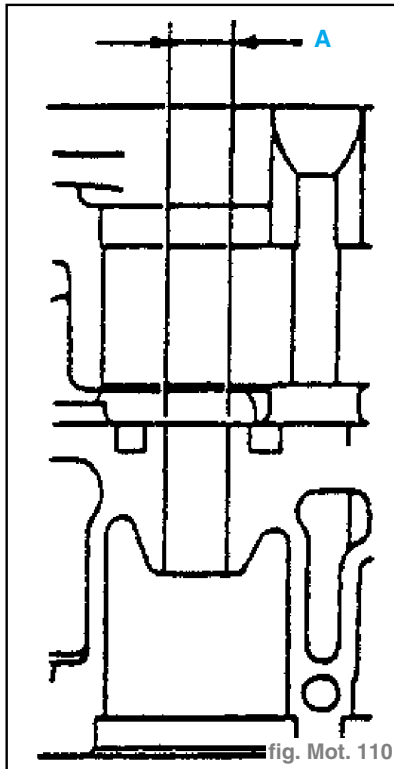

fig. Mot. 110
- Mesurer les alésages dans la culasse 35 pour les guides de soupape 23 et 24. Si la valeur mesurée n'est pas conforme à la valeur standard, choisir un guide de soupape de cote majorée dans le tableau ci-dessus. (fig. Mot. 110)